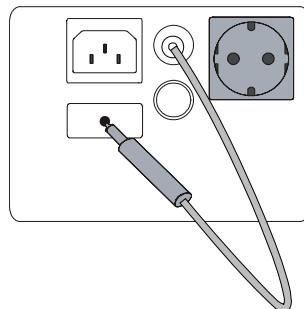

Abbildung 3. Kompensation der Messleitung
- 1  Verbinden Sie die Prüfspitze mit der Messleitung und Stecken Sie den Messleitungsstecker in die Buchse **Rpe 10A/200mA**, siehe Abbildung 3.